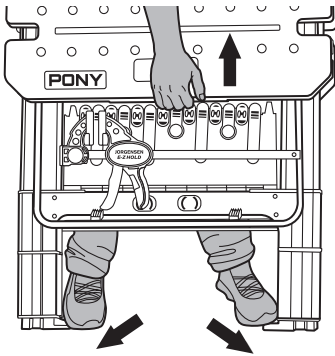

Figura 1
2. Pise las 4 patas telescópicas de la MESA DE TRABAJO con ambos pies al mismo tiempo para levantar la MESA DE TRABAJO. Asegúrese de que las cuatro patas telescópicas estén extendidas y encajadas en su sitio. (Figura 1)